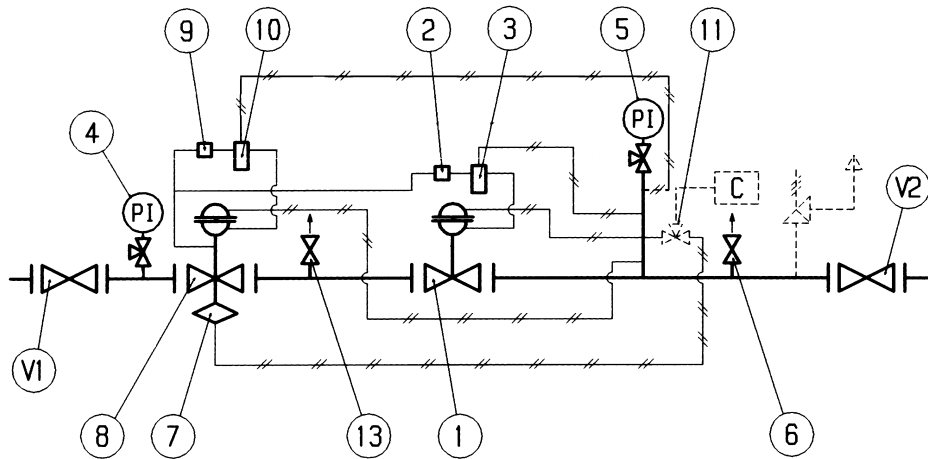

Fig. 16
6.2 INBETRIEBNAHME DES REGLERS MIT IN SERIE GESCHALTETEM MONITORREGLER DIXI MIT INTEGRIERTEM SICHERHEITS-ABSPERRVENTIL L/.. (ABB. 16)
6.2 MISE EN SERVICE DU DETENDEUR AVEC MONITOR EN LIGNE DIXI, AVEC VANNE DE SECURITE L/.. INCORPOREE (FIG. 16)